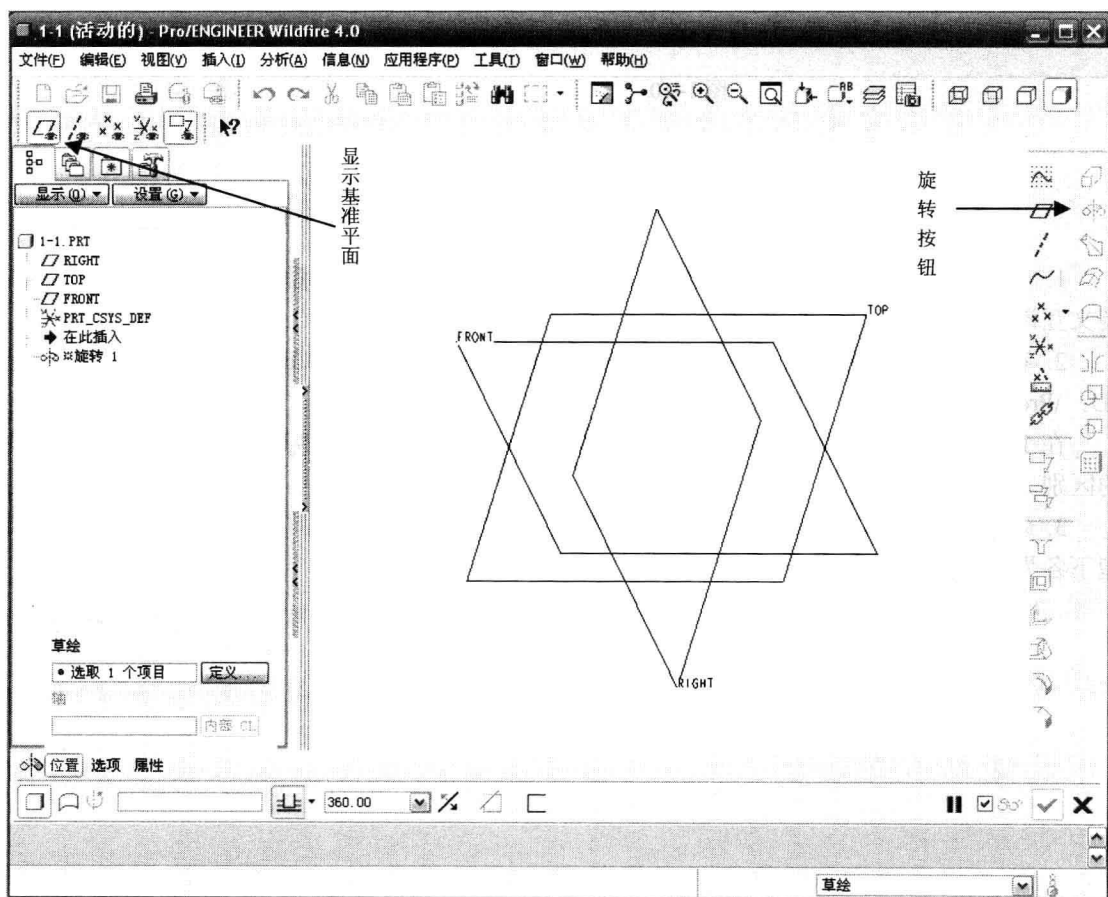

图 1-9
(2) 单击“旋转”特征按钮将出现如图 1-9 所示窗口。单击“显示基准平面”按钮，将基准平面显示在屏幕上。